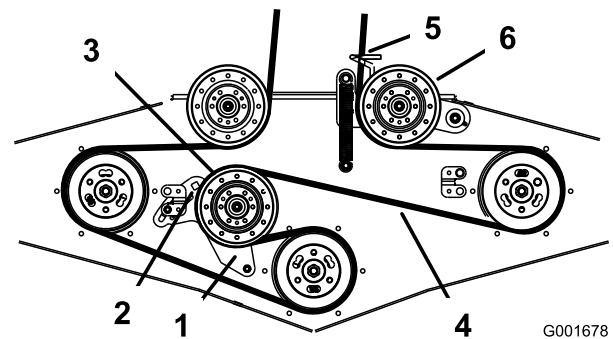

Figure 49
4. Desserrez le bras de la poulie de renvoi fixe pour détendre la courroie sur la poulie (Figure 49).
6. Passez la courroie neuve dans le guide-courroie et sur les poulies (Figure 49).